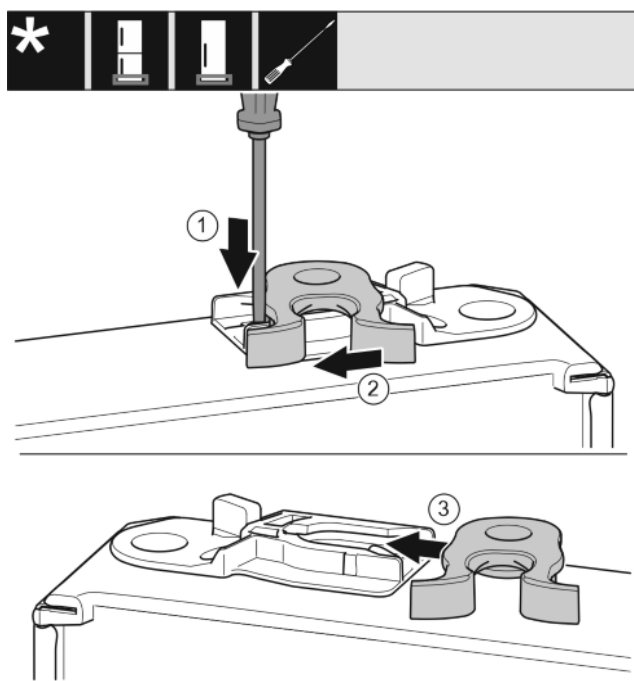

Fig. 16
- ▶ Premere la linguetta verso il basso con un cacciavite a testa a intaglio. Fig. 16 (1)
- ▶ Estrarre il gancio di chiusura dalla guida. Fig. 16 (2)
- ▶ Spingere il gancio di chiusura sull'altro lato nella guida. Fig. 16 (3)